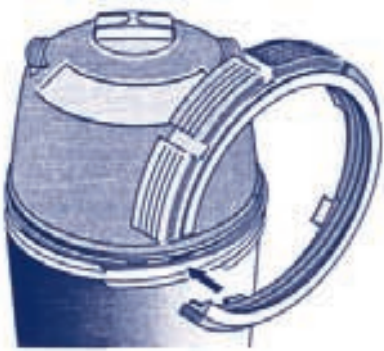

Abbildung 5:
6. Zum Lösen der beiden Tankhälften, Zapfen am Gewinding verwenden. Zapfen in die Filtertank Aussparung einsetzen und Gewinding nach unten wegrehen (siehe Abb. 5 und 6).